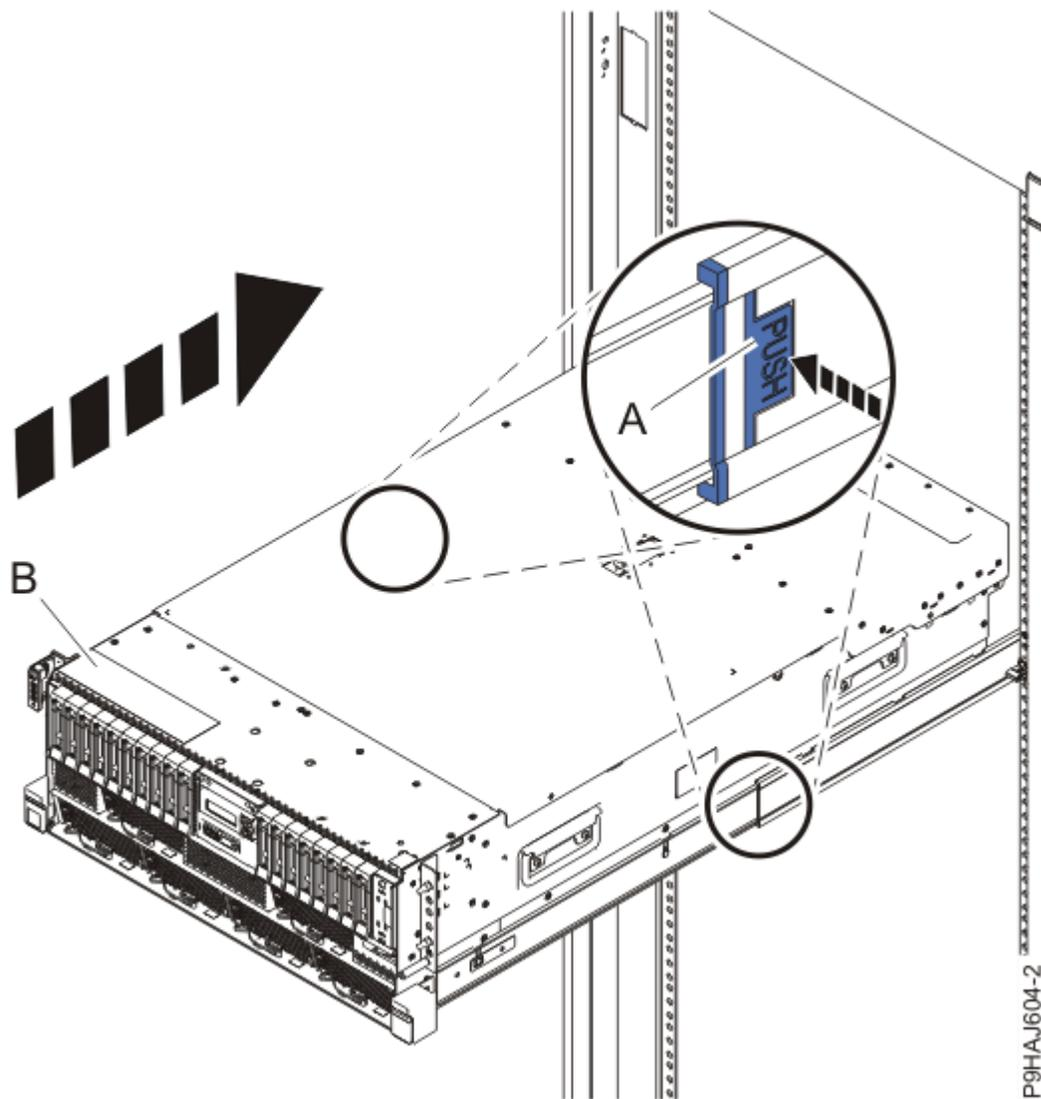

Figura 61. Colocando o Sistema na Posição de Operação
2. Para um sistema montado em rack, destrave as travas de segurança do trilho azul **(A)**, conforme mostrado na Figura 61 na página 67, empurrando-as para dentro.